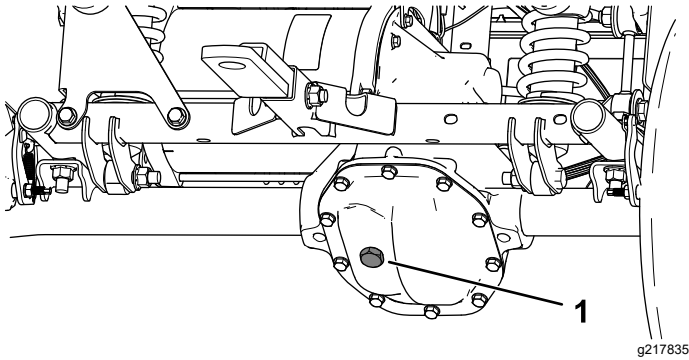

Bild 54
4. Entfernen Sie die Füllschraube am Getriebe (Bild 54).
5. Wenn der Ölstand niedrig ist, nehmen Sie die Füllschraube ab und füllen Sie die angegebene Ölsorte ein, bis das Öl aus dem Loch ausläuft (Bild 54).
4. Entfernen Sie die Füllschraube am Getriebe und füllen Sie das Getriebe mit Öl der angegebenen Sorte, bis es aus dem Füllloch ausläuft (Bild 54).